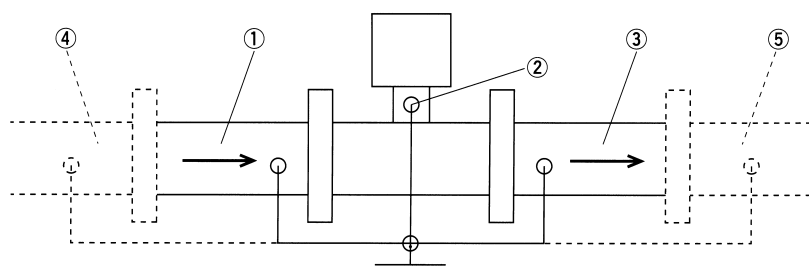
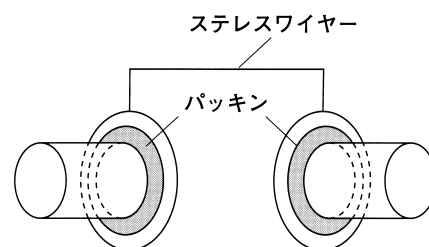

図1
図2 特殊アースリング外観
アースが取られていない場合には、液体ノイズ等の影響で不具合を起こすことが考えられますので、室内等やむをえずアースが近くに取れない場合は、下図1に示します様に上流配管(①)、下流配管(③)、電磁の首アース(②)の3点を共通接続して3点が同電位(管アース)となるようにしてください。但し、配管の材質が樹脂製や内面コーティング等絶縁されている場合には3点が同電位になりませんので上流配管(④)、下流配管(⑤)の導通管部に接続して3点が同電位となるようにしてください。全て絶縁管で3点が同電位にできない場合は、下図2に示します様な特殊アースリングを用意しておりますので最寄りの支店・営業所へお問い合わせください。